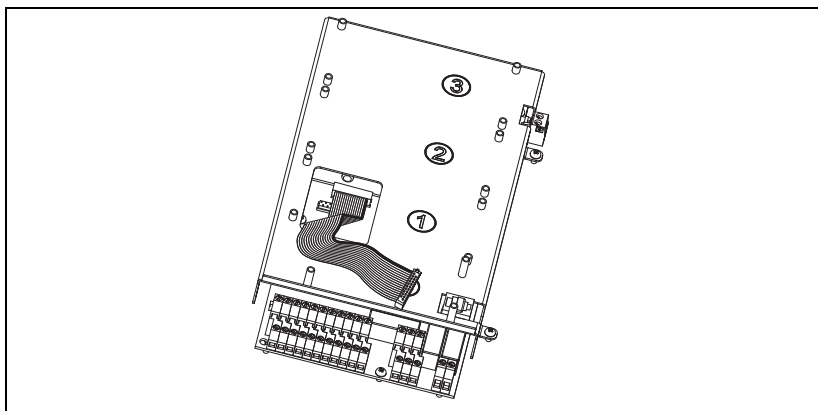

Рис. 12 Шлейф, подключенный к плате управления.
1. Подключите 16-проводной шлейф (75 мм) к гнезду X5 на плате управления с направленным вниз кабелем, как на Рис.12.